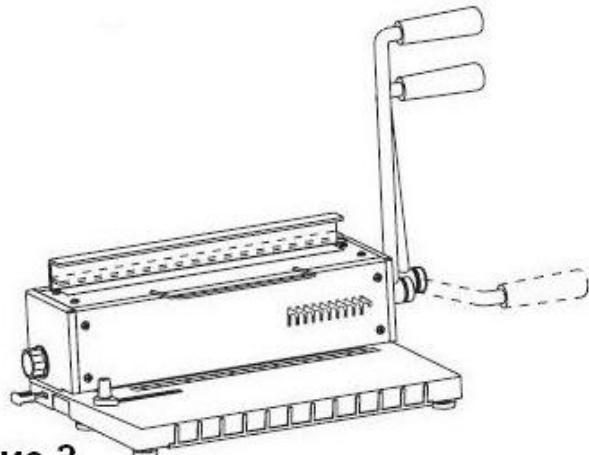

рис.2
- I.** Плавно опустите рычаг до предела. (смотрите рис.2)